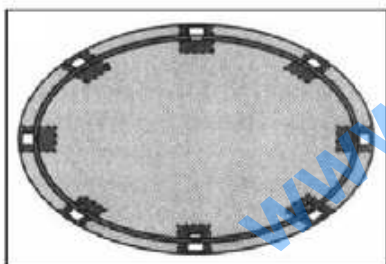

fig. 7
- Placez temporairement les profilés inférieurs PCA et les plaques de base PU2 tout autour du cercle (Fig. 7). Chaque plaque de base indiquera l'emplacement d'une dalle. Faites une marque sur le sol à côté de chacune de ces plaques.